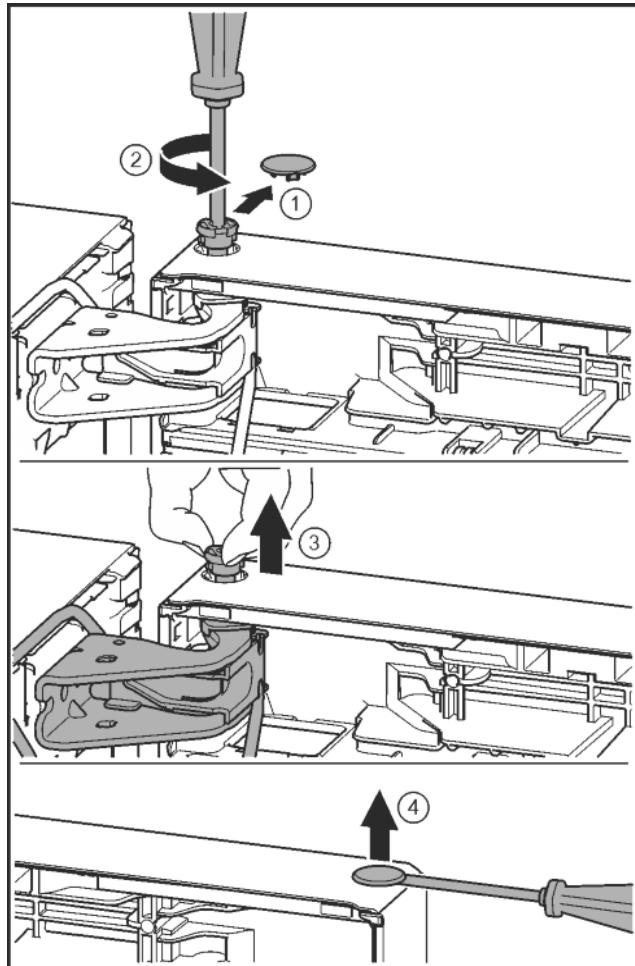

Fig. 21
- Осторожно снять предохранительную крышку. *Fig. 21 (1)*
- Немного выкрутить палец отверткой T15. *Fig. 21 (2)*
- Удерживать дверь и вытянуть палец рукой. *Fig. 21 (3)*
- Осторожно приподнять шлицевой отверткой заглушку из опорной втулки двери и вынуть. *Fig. 21 (4)*